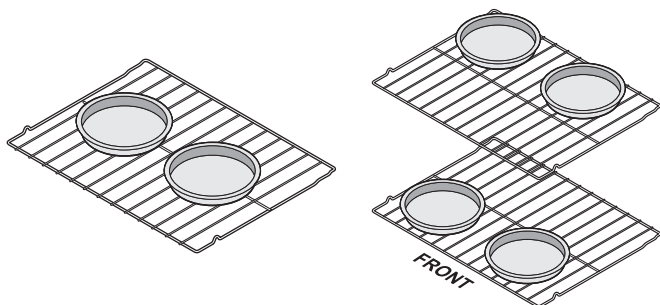

Figure 13 : Écart recommandé entre les plats de cuisson
- Pour de meilleurs résultats lors de la cuisson des gâteaux ou des biscuits sur deux grilles, voir à les placer en position 2 et 4 Voir la Figure 13.